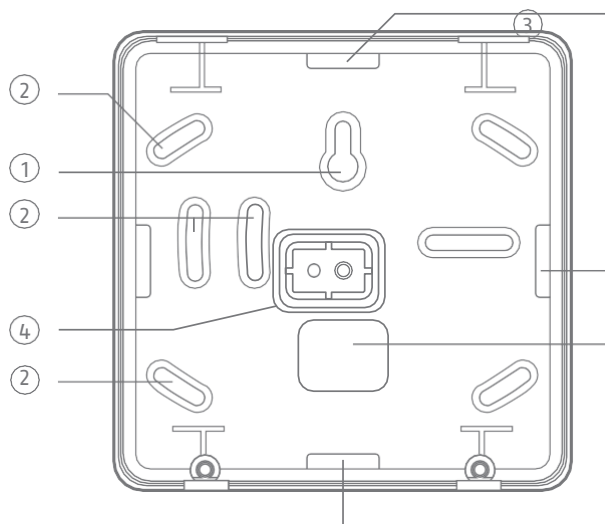

Abbildung 3: Rückwand
Abbildung 3 zeigt das hintere Gehäuse und die Befestigungsbohrungen.
- a) Drücken Sie die Rückseite an die Wand und markieren Sie die Position der Bohrung in der Sabotagesperre (siehe Abbildung 3).